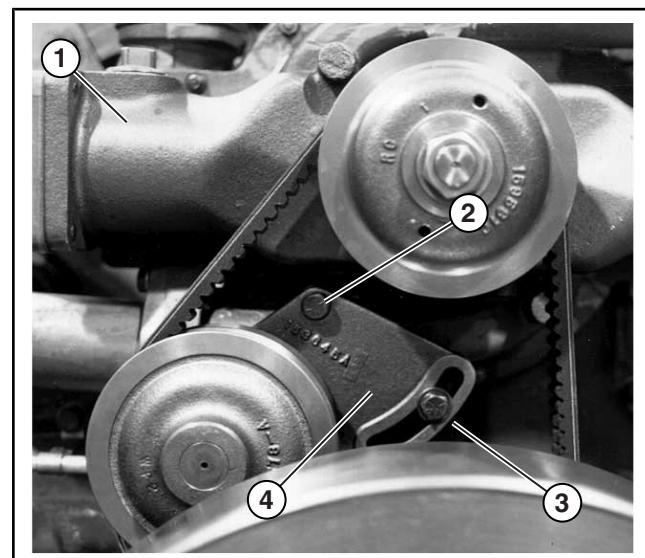

Рисунок 7.05-4: Болты кронштейна натяжного шкива
- Ослабьте шарнирный болт, расположенный на кронштейне натяжного шкива (см. Рисунок 7.05-4). Ослабьте прорезной болт. При повороте кронштейна натяжного шкива натяжение ремня будет ослаблено.